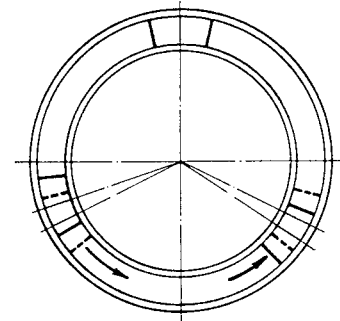

図1-23 左右対称に取付いていない場合は、一方の駒をわずかに上げ、他方の駒を同量だけ下げる。
② バランス駒の位置を調整する。
b. ピンを静かに抜いた場合、砥石が回転しスイングフレームの水平がくずれるようであれば、2個のバランス駒が左右対称に取付いていないことになる。この場合は、図1-23に示すように、一方の駒をわずかに上げ、また他方の駒を同量だけ下げる形で移動し、バランスがとれるまでこの作業をくり返す。